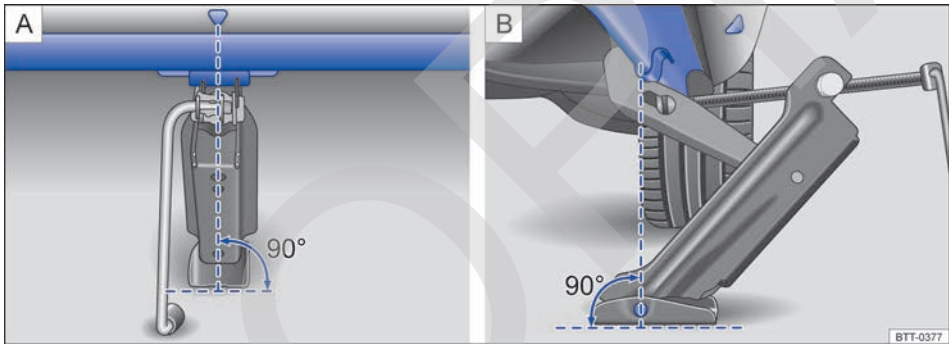

Fig. 179 Gato colocado en el lado izquierdo del vehículo, en la zona trasera.
8. Asegúrese de que toda la base del gato descanse firmemente sobre el suelo y de que se encuentre exactamente debajo del punto de apoyo en vertical → fig. 179 [A] y [B]. ▶
9. Centre el gato y siga subiéndolo con la manivela hasta que la garra sujete el refuerzo de debajo del vehículo → fig. 179.
- Coloque el gato únicamente en los puntos descritos. La garra del gato deberá sujetar bien el refuerzo del larguero inferior → fig. 179.